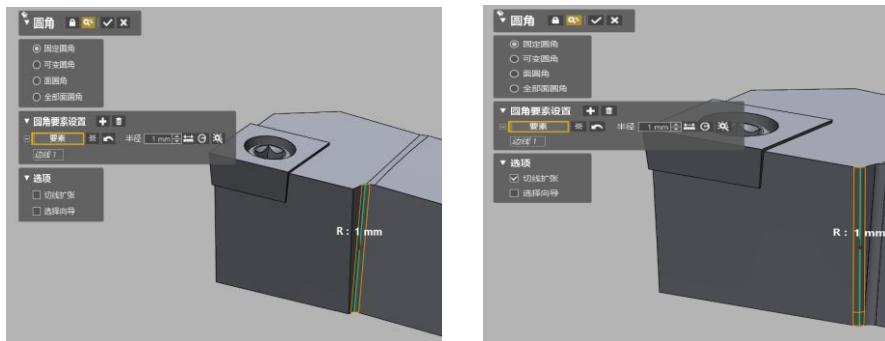
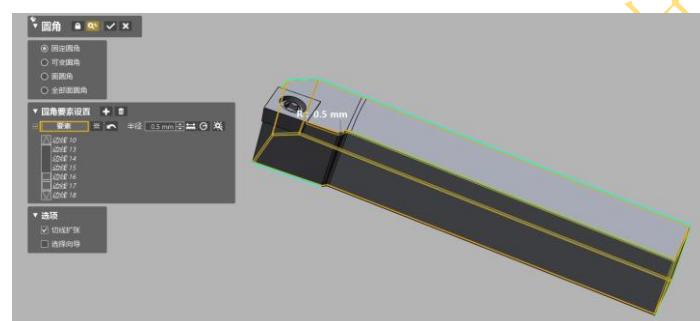

图 4.88 倒圆角
图 4.89 倒圆角
30) 点击菜单栏模型>圆角图标 ，弹出圆角对话框，参数设置如图 4.88 所示，点击确定退出。重复圆角命令，如图 4.89 所示，完成倒圆角。